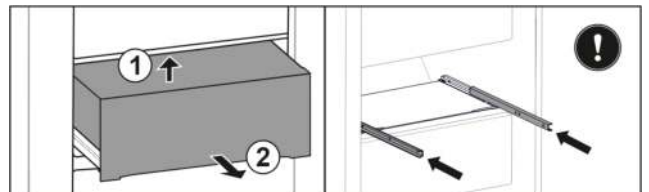

Fig. 35*
- Von unten hinten anheben Fig. 35 (1).*
- Nach vorne entnehmen Fig. 35 (2).*